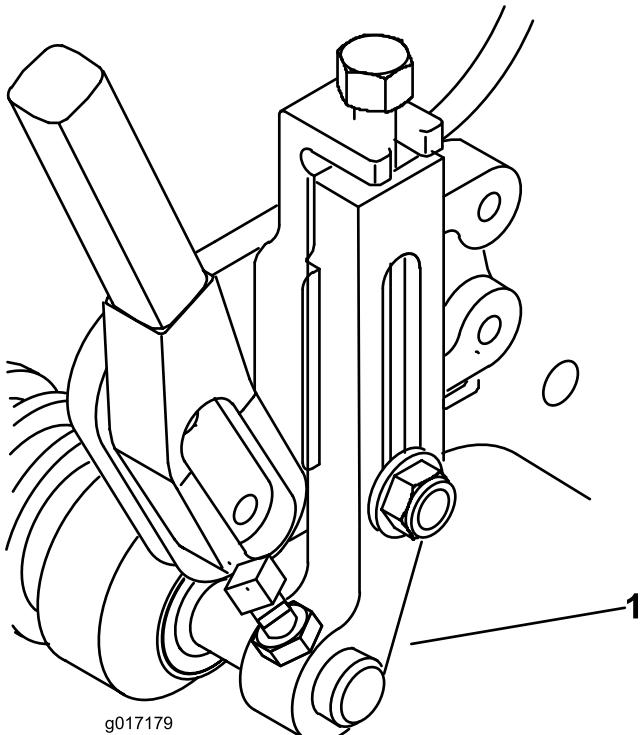

Figure 2
- Sur le modèle Greensmaster 1600 uniquement, installez les nouveaux bras de hauteur de coupe et le nouvel ensemble rouleau à l'aide des vis de réglage de hauteur de coupe, des écrous de blocage et des vis d'arrêt retirés précédemment (Figure 2).
Sur les modèles Greensmaster 800 et 1000, installez les bras de hauteur de coupe retirés précédemment. Sur les deux modèles, les bras de hauteur de coupe doivent être tournés vers l'avant tel qu'illustré à la Figure 2.